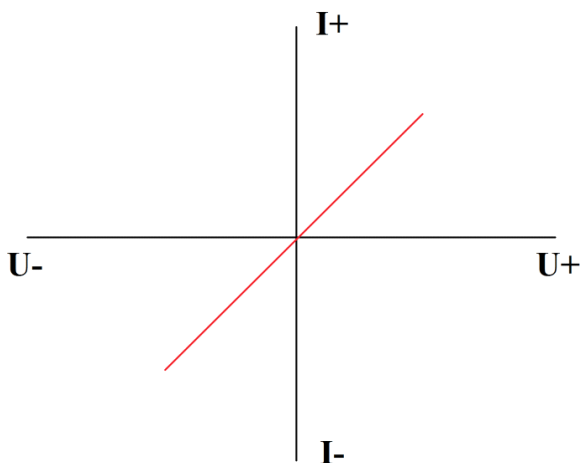

Рисунок 6. Внешний вид графика ВАХ резистора.
- ВАХ резистора выглядит как наклонная линия в направлении справа налево (Рисунок 6).